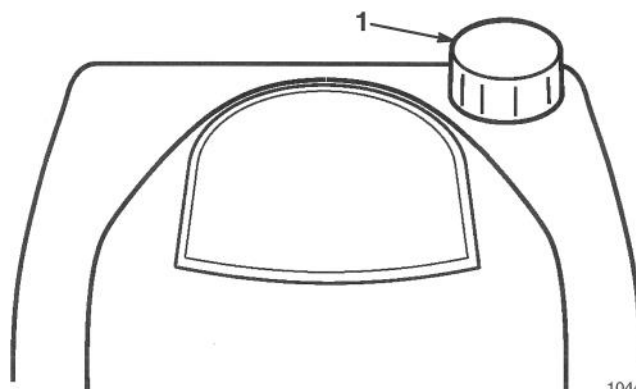

Figure 8
1. Nettoyer le pourtour du bouchon d'essence avant de le retirer (Fig. 8). Remplir le réservoir du mélange huile/essence jusqu'au bas du tube de remplissage et non pas dans le tube. **NE PAS REMPLIR LE RÉSERVOIR EN EXCÈS.** Replacer le bouchon correctement et essuyer tout carburant répandu.